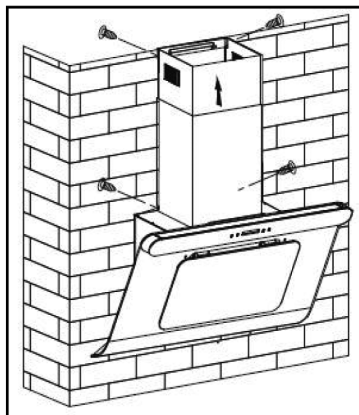

Рис. 9.6
12. Установите декоративные кожуха на вытяжку и закрепите их винтами к планке и корпусу вытяжки (рис. 9.6)